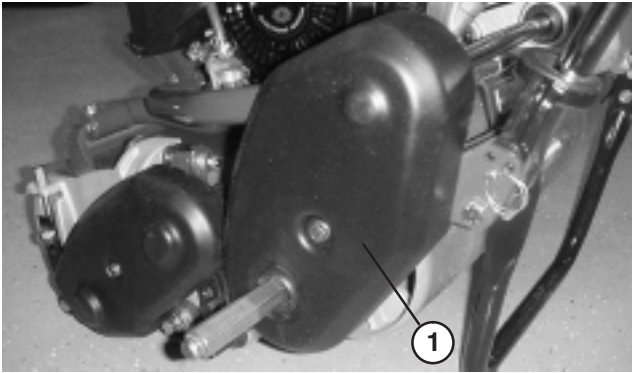

Figure 44
1. Retirez les fixations du couvercle de la courroie et déposez le couvercle pour exposer la courroie (Fig. 44).